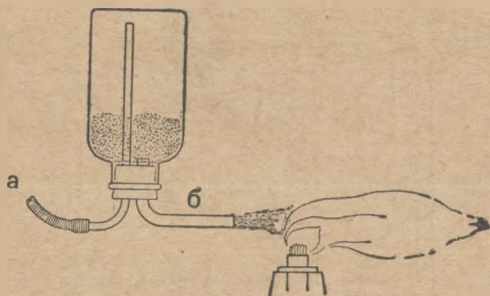

Рис. 184. Опыт, показывающий действие форсунки для распыленного топлива.
**Задача 8.** Насыпьте в баночку с двумя трубками, как на рис. 184, немного ликоподия. Встряхивая баночку, вдувайте через каучуковую трубочку *a* воздух (ртом).